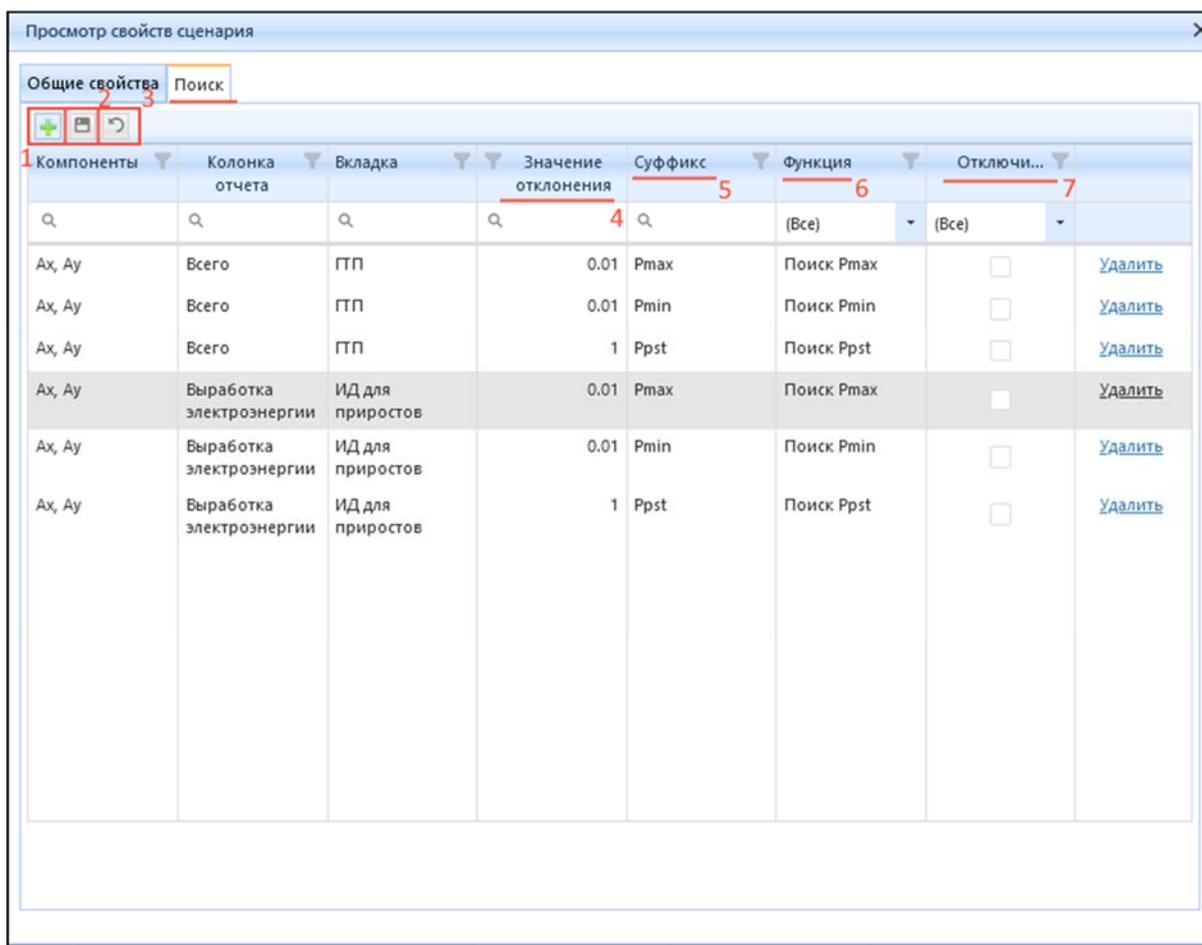

Рисунок 4.3.48 – Просмотр свойств сценария, вкладка «Поиск»
На вкладке «Поиск» (2) (рис. 4.3.48) производится маркировка точек Pmin, Popt(Ppst), Pmax для колонок отчета.